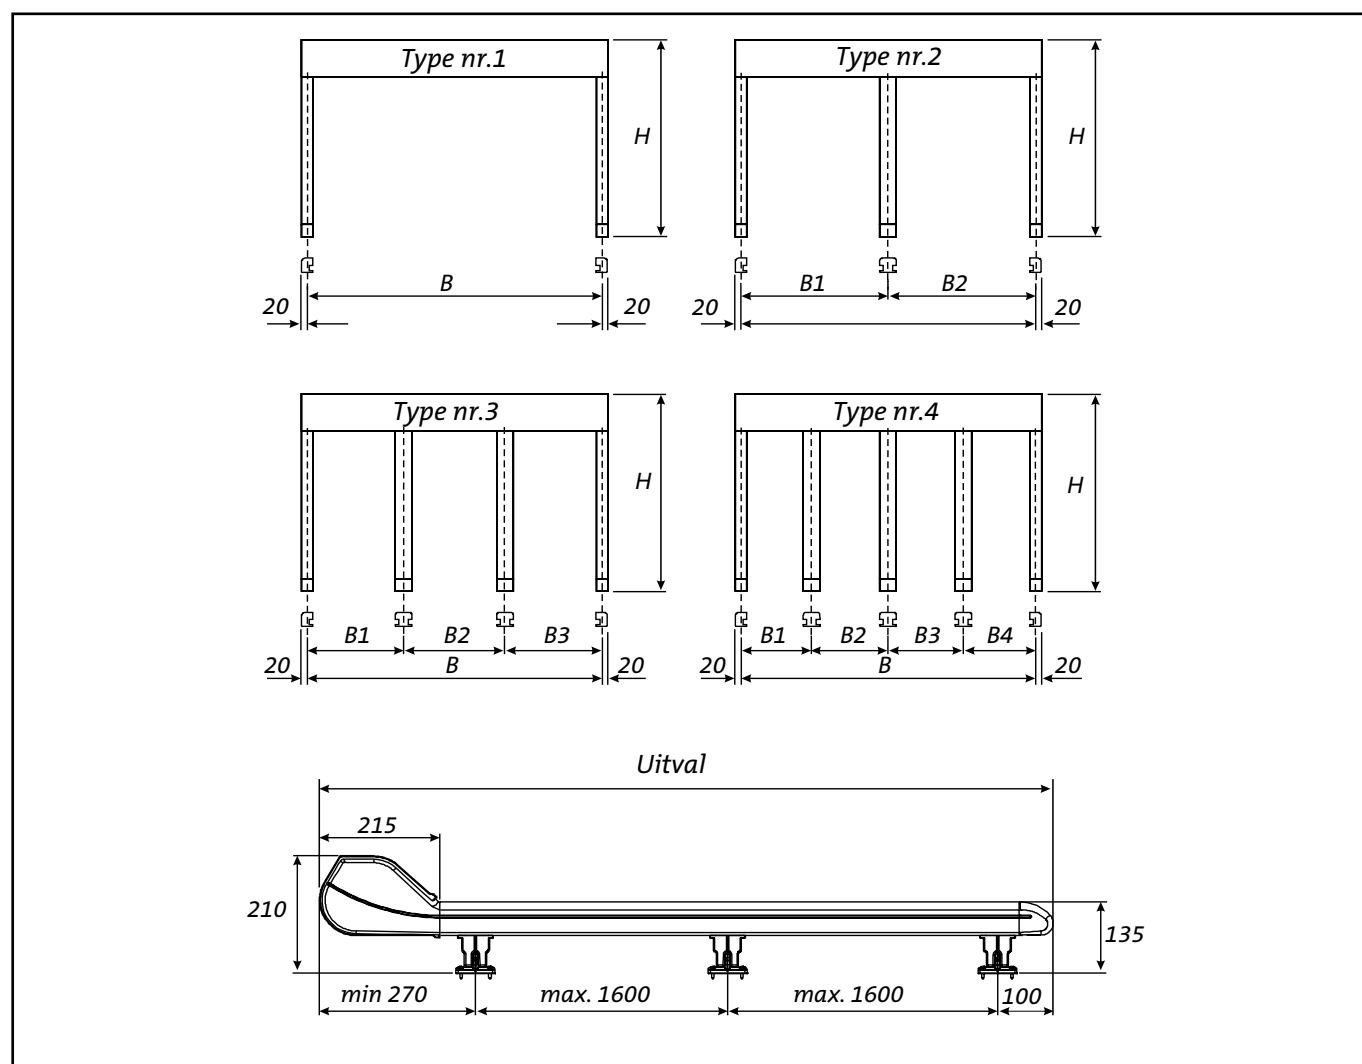

Fig. 14 : Opmeten en monteren
- Opgelet : de kastbreedte is steeds 40mm breder dan de bestelbreedte. (zie fig. 14 pag. 9)